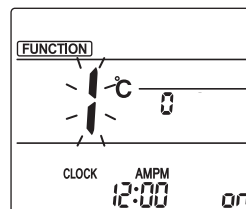

Fig. 1
① Wybór trybu ręcznego ustawiania żaluzji Nacisnąć przycisk [MENU]. (Rozpocząć tę operację przy wyłączonym ekranie pilota). Zostanie podświetlona pozycja "FUNCTION" (FUNKCJA) i zacznie pulsować wartość "1". (Fig. 1) Nacisnąć przycisk aby wybrać wartość "2", po czym nacisnąć przycisk [SET].